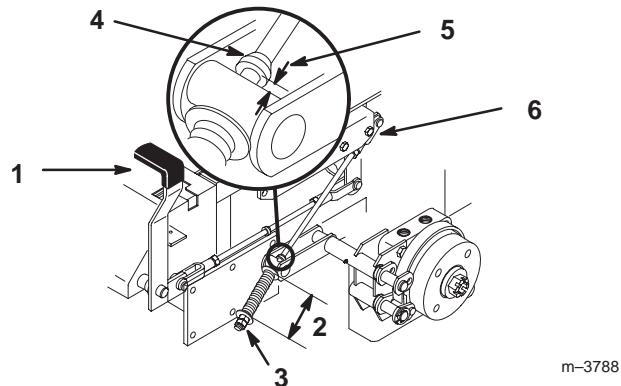

Figure 58
2. Mesurez la longueur du ressort. Les rondelles doivent être distantes de 70 mm (2-3/4 pouces) (Fig. 58).
3. Si un réglage est requis, desserrez l'écrou de blocage situé sous le ressort et serrez l'écrou directement au-dessous de la chape (Fig. 58). Vissez l'écrou jusqu'à ce que le ressort ait la longueur voulue. Serrez les deux écrous ensemble et répétez la procédure de l'autre côté de la machine.
- A. Mesurez la distance entre le galet de tourillon et le collier sur la tige de frein. Elle doit être comprise entre 5 et 7 mm (3/16–1/4 pouce) (Fig. 58).
6. Si un réglage est requis, desserrez l'écrou de blocage situé juste au-dessous de la chape. Tournez la tige inférieure jusqu'à obtention de l'écart voulu (Fig. 58). Serrez l'écrou de blocage à la chape.